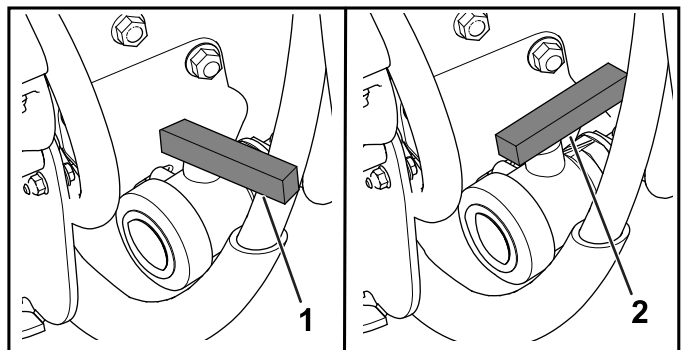

図 77
3. タンクのドレンバルブを開いて残っている薬液をすべて排出する (図 77)。
4. ドレンバルブを閉じる 図 77。